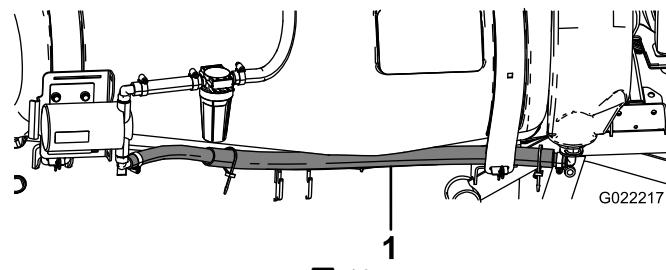

図 12
1. すすぎタンクホースを、タンク前部固定ベルトとタンクの側面との間に通す（図 12）。
3. ホースの端部を、すすぎポンプの下側ホースバーブに接続する；ホースクランプを使用する（図 12）。